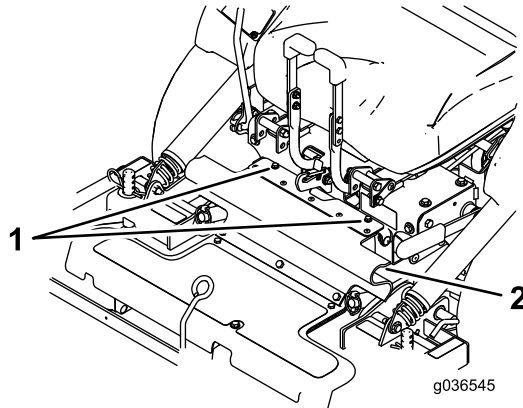

Figura 10
3. Slăbii uruburile apărătorii din cauciuc (Figura 10).